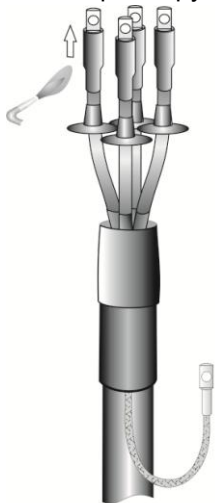

Рис.9
9. Надвинуть манжеты для герметизации наконечников на трубчатую часть наконечников и усадить, начиная от середины. После усадки по торцам манжет должен выступить клей (Рис.9).